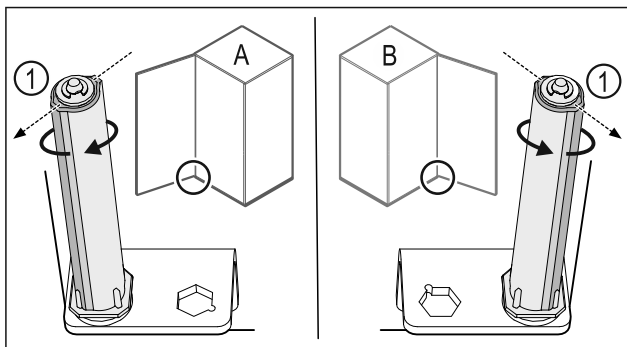

Fig. 40 Links scharnierend (A) / rechts scharnierend (B)
- Sluitsysteem tegen de weerstand in draaien tot het schot van het sluitsysteem Fig. 40 (1) naar buiten wijst.